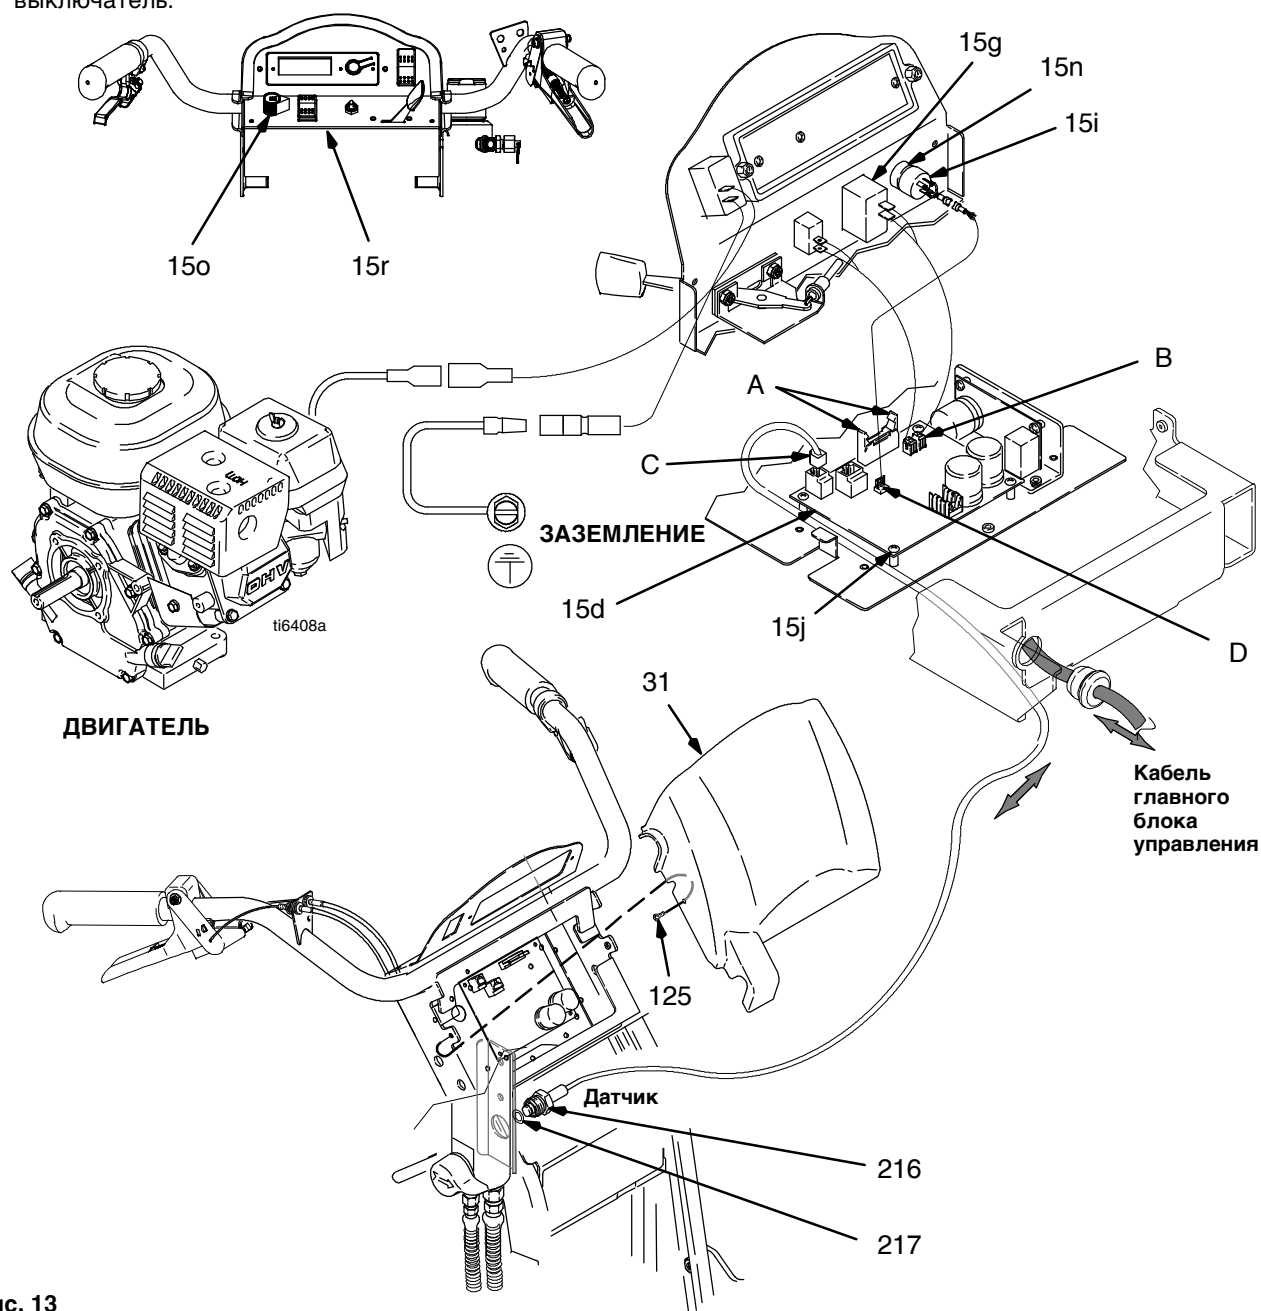

Рис. 13
2. См. Рис. 13. Отверните два винта (125) и крышку (31).
3. Разведите защелки разъема дисплея (A) на плате ПК и отсоедините разъем дисплея.
4. Отсоедините разъем выключателя (B) от платы ПК.
2. См. Рис. 13. Отверните два винта (125) и снимите крышку (31). Разведите защелки разъема дисплея на плате ПК и отсоедините разъем дисплея.
3. См. Рис. 13 и 21. Зарисуйте на бумаге расположение кабельных соединений, подходящих к пульта управления. Отсоедините кабели от пульта управления (15d).
4. См. Рис. 13. Выкрутите четыре винта (15j) из пульта управления (15d).
1. См. Рис. 13. Установите пульт управления (15d) с помощью четырех винтов (15j).
2. См. Рис. 13 и 21. Смотрите зарисовку по расположению кабельных соединений, подходящих к пульта управления. Подсоедините кабели к пульта управления (15d).
3. См. Рис. 13. Подсоедините разъем дисплея к плате ПК, закройте защелки разъема дисплея на плате ПК. Установите крышку с дисплеем (31) и закрепите ее двумя винтами (125).
2. Рис. 13. Выкрутите два винта (125) и снимите крышку (31).
3. Отсоедините кабель датчика (C) от пульта управления (15d).
4. Извлеките датчик регулятора давления (216) и уплотнительное кольцо (217) из корпуса фильтра (40).
1. См. Рис. 13. Установите уплотнительное кольцо (217) и датчик регулятора давления (216) в корпус фильтра (40). Затяните с усилием в 47–61 Нм.
2. Подсоедините кабель датчика (C) к пульта управления (15d).
3. Установите крышку (31) при помощи двух винтов (125).
3. Отсоедините провод (D) от пульта управления (15d).
2. См. Рис. 13. Установите потенциометр регулятора давления (15i), гайку вала, стопорную шайбу и ручку потенциометра (15o).
3. Подсоедините кабель (D) к пульта управления (15d).
4. Установите крышку (31) при помощи двух винтов (125).